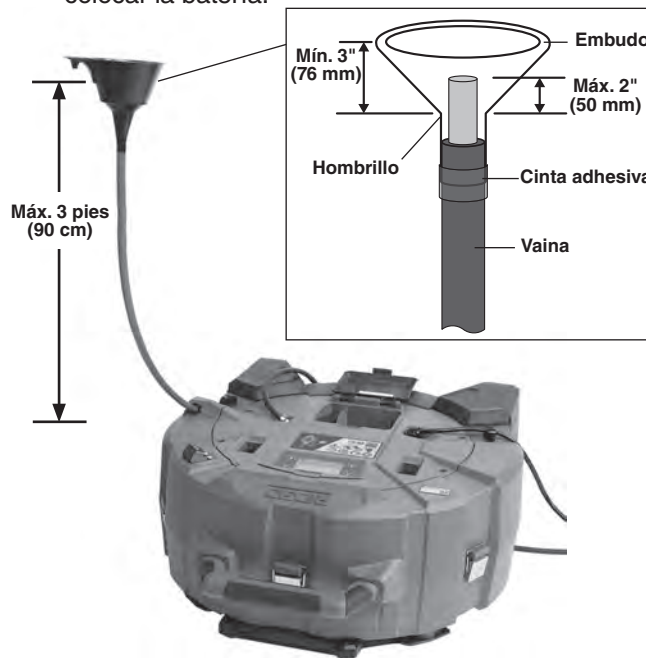

Figura 18 – Instalación para lubricar el cable
Para la lubricación se exige un embudo plástico con una copa de por lo menos 3 pulgadas (76 mm) desde el vástago hasta el borde del embudo (vea la Figura 18).
embudo. No debe asomarse en más de 2 pulgadas (50 mm) de cable más allá del hombrillo del embudo (vea la Figura 18) para reducir el riesgo de que el cable dé latigazos y el lubricante forme una emulsión. Si el cable se asoma demasiado en la copa del embudo, debe cortar un trozo adicional de vaina para espaciar el extremo del cable en el embudo.
8. Fije el extremo del cable para que esté hasta 3 pies (90 cm) por encima de la máquina, con recorrido directo del cable hacia el tambor. Si saca demasiado cable del tambor y lo coloca en el suelo, se hace más difícil y demorosa la lubricación. Vea la Figura 18. Confirme que la instalación es estable y segura, de manera que no se moverá ni se caerá cuando se eche a andar la máquina. No pince ni apriete la vaina sobre el cable.